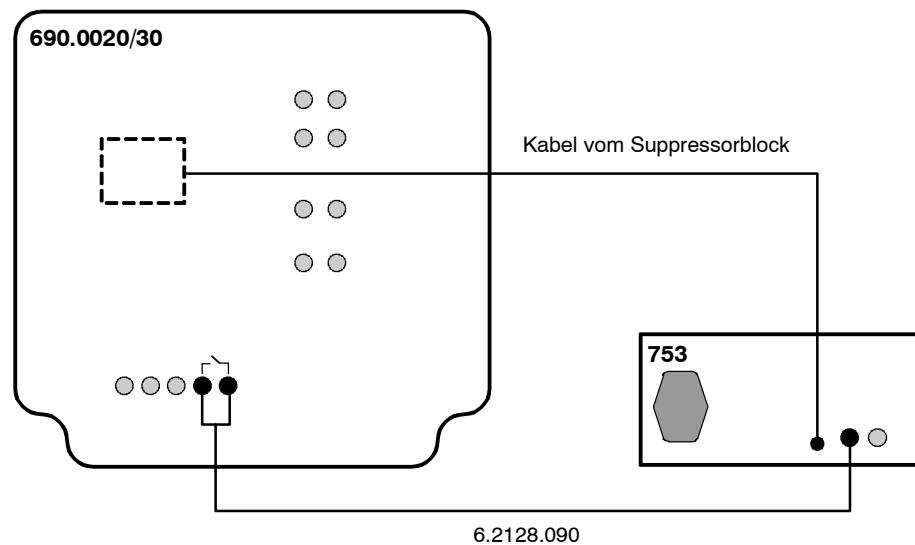

Abb. 5: Anschluss des Suppressor-Moduls 753 am Ionenchromatograph 690
Um die Fernbedienung des Suppressors via Ionenchromatograph 690 zu ermöglichen, muss der Anschluss **17** "Suppressor" des Suppressor-Moduls 753 gemäss *Abb. 5* mit dem Kabel 6.2128.090 am Anschluss "Integrator Start" des Ionenchromatographen 690 angeschlossen werden. Zudem muss der Schalter **6** <REMOTE> auf der Vorderseite des Suppressor-Moduls 753 auf "ON" gestellt werden.
- Kabel **23** am Anschluss **17** „Suppressor“ des Suppressor-Moduls 753 anschliessen (siehe *Abb. 5*).